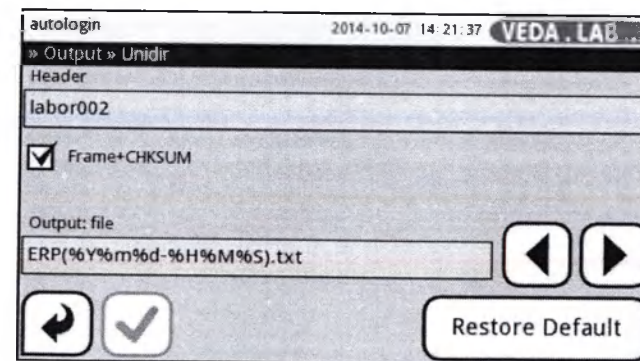

Рис. 49: Меню Передача>UTF8 (Output>UTF8)
- 3 В меню **Передача>UTF8 (Output >UTF8)** (см. Рис. 49) коснитесь текстового поля **Заголовок (Header)** для ввода текста заголовка передаваемых данных.